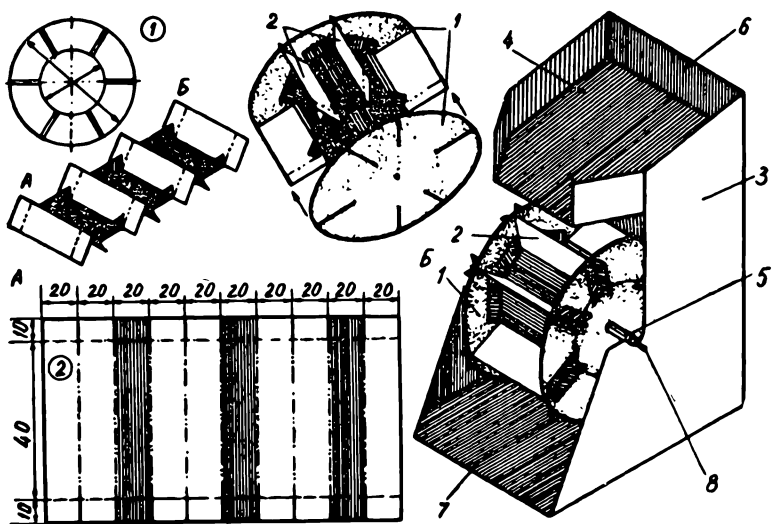

Рис. 16
Водяное колесо (рис. 16)
1. Из тонкого картона или плотной бумаги вычертите два круга диаметром 80 мм, две полосы длиной 200 мм и шириной 60 мм, одну полосу можно взять длиной 380 мм (рис. 16).
2. Чтобы разметить круги (рис. 16, дет. 1), надо разделить окружность круга на 6 равных частей радиусом этого же круга. (Окружность можно разделить и на большее количество частей, тогда полосу следует расчертить по-другому.) Каждую точку разметки окружности соединяют с центром. Из центра круга радиусом 20 мм проводят внутреннюю окружность. В кругах намечают толстыми линиями прорези шириной 1 мм (рис. 16, дет. 1).
4. После этого расчерчивают полосы, как показано на чертеже 2 (рис. 16). Вырезают, делают надрезы, прорабатывают сгибы и сгибают полосы АБ, как показано на рисунке.
6. Концы прямоугольника, сложенные вдвое, вставляются в прорези кругов (рис. 16) и раздвигаются (рис. 16). Концы промежуточных прямоугольников при этом должны быть отогнуты вверх.
Наливное водяное колесо требует, чтобы вода подавалась сверху. Легко и просто проверить действие водяного колеса под краном или же сделать предлагаемую здесь стойку с направляющим «руслом» для воды (рис. 16). Ее нужно склеить из деталей 3, 4, 6, 7, чертежи которых даны в пособии на рисунке 17. Стойку делают из тонкого картона или плотной бумаги. Чтобы изделие было более долговечным, колесо и стойку пропитывают растопленным воском или парафином или покрывают их несколькими слоями масляного лака, красят 2—3 раза эмалевой или нитрокраской. В крайнем случае можно просто все изделие пропитать каким-либо маслом.
Ось с колесом и втулками вставляется в специальные прорези в стенках стойки (рис. 16). Воду льют на верхнюю часть стойки — в направляющее «русло». Водяное колесо приходит в движение. Здесь используется сила тяжести воды, как в старинных мельницах, когда около нее делали запруду (плотину) для поднятия воды.